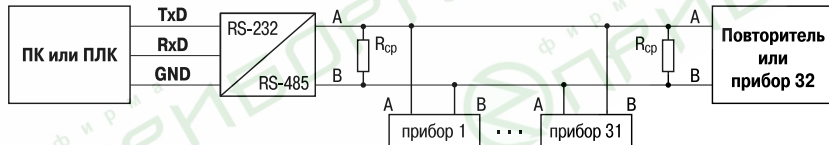

Рис. 1.1. Типовая схема промышленной сети RS-485
1.1. *Интерфейс стандарта EIA RS-232C* предназначен для последовательной связи двух устройств. Он является общепринятым и широко используется в аппаратных комплексах с подсоединением внешнего оборудования к персональному компьютеру (ПК). Интерфейс RS-232C предусматривает использование «несимметричных» передатчиков и приемников, при этом передача данных осуществляется с помощью «несимметричного» сигнала по двум линиям – TxD и RxD, а амплитуда сигнала измеряется относительно линии GND («нуля») (рис. 1.1). Логической единице соответствует диапазон значений амплитуды сигнала (напряжения) от -12 до -3 В, логическому нулю – от $+3$ до $+12$ В. Диапазон от -3 до $+3$ В соответствует зоне нечувствительности, определяющей гистерезис приемника. Несимметричность сигнала обуславливает низкую помехозащищенность данного интерфейса, особенно при промышленных помехах. Наличие линий приема (RxD) и передачи (TxD) данных позволяет поддерживать полнодуплексную передачу информации, т.е. одновременно информация может как передаваться, так и приниматься.
На рис. 1.1 показана типовая схема объединения интерфейсов RS-232 и RS-485 при организации промышленной сети.
1.3. При проектировании промышленных систем автоматизации наибольшее распространение получили информационные сети, основанные на *интерфейсе стандарта EIA RS-485*. В отличие от RS-232, этот интерфейс предусматривает передачу данных с помощью «симметричного» (дифференциального) сигнала по двум линиям (А и В) (см. рис. 1.1) и использование дополнительной линии для выравнивания потенциалов заземления устройств, объединенных в сеть стандарта RS-485. Логический уровень сигнала определяется разностью напряжений на линиях (А – В), при этом логической единице соответствует диапазон значений напряжения от +0,2 до +5 В, а логическому нулю – диапазон значений от –0,2 до –5 В. Диапазон от –0,2 до +0,2 В соответствует зоне нечувствительности приемника. При использовании данного интерфейса максимальная длина линии связи между крайними устройствами может составлять до 1200 м. При этом в максимально удаленных друг от друга точках сети рекомендуется устанавливать оконечные согласующие резисторы (терминаторы), позволяющие компенсировать волновое сопротивление кабеля и минимизировать амплитуду отраженного сигнала.